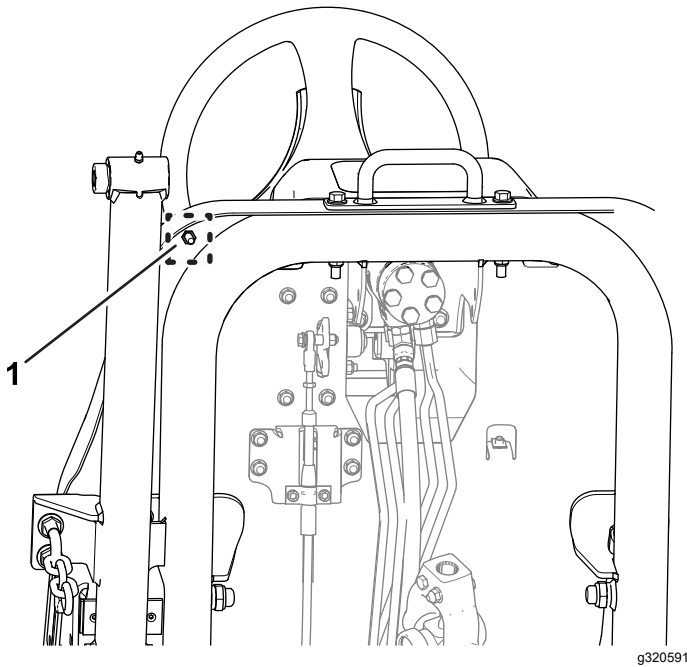

Figura 77
- B. Allentate il controdado nella parte inferiore della piastra di appoggio del piede (Figura 77).
- F. Mentre tenete fisso l'arresto del pedale di trazione, serrate il controdado nella parte inferiore della piastra di appoggio del piede (Figura 76 e Figura 77) a 37–45 N·m.